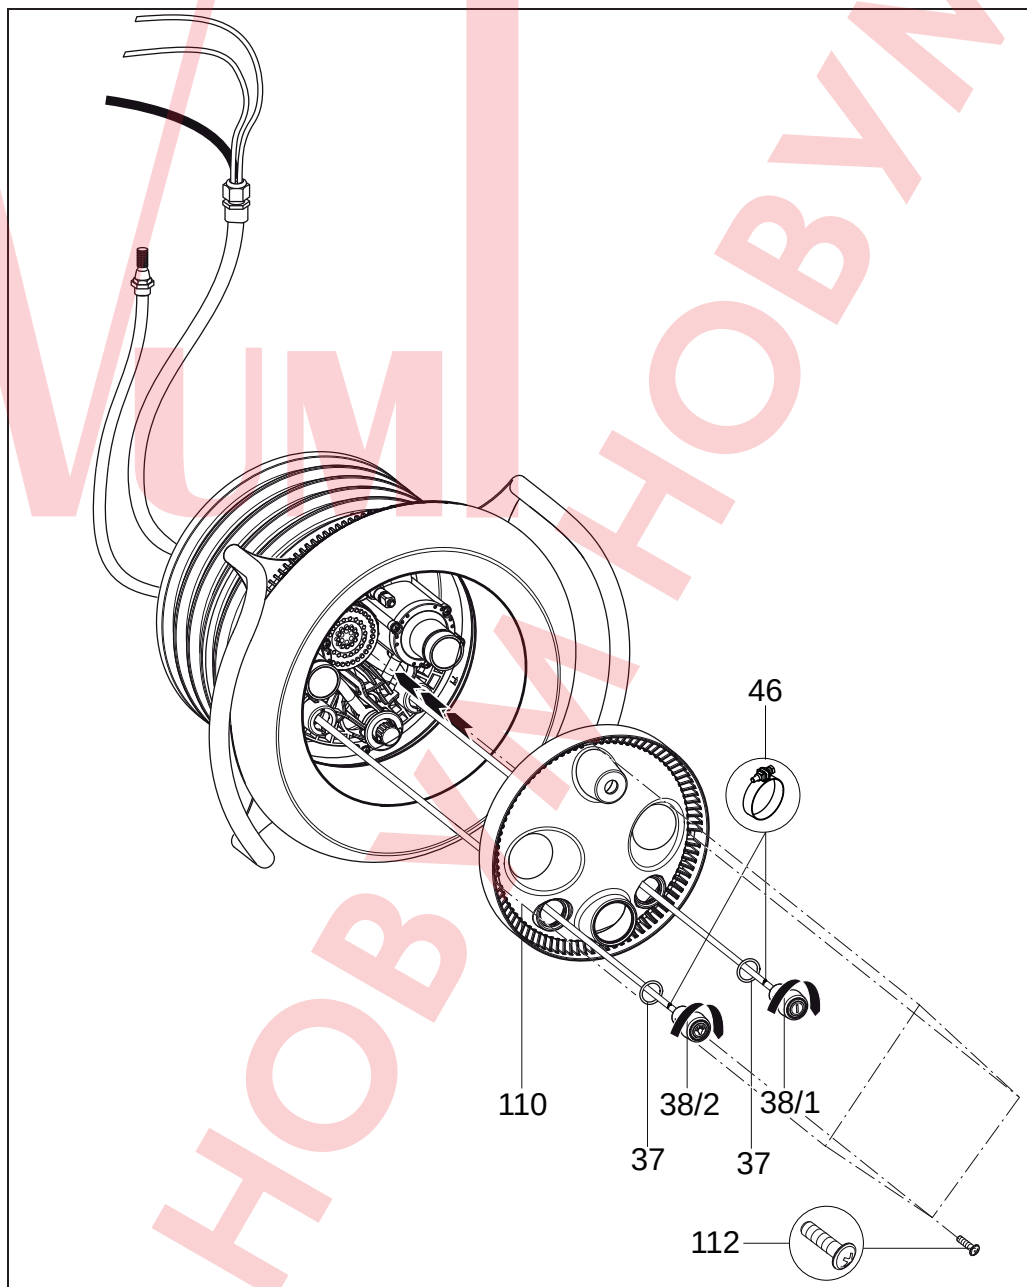

Рис.12
10. Пропустите воздушные шланги через верхнее или нижнее отверстие в передней панели (110) (слева выключатель освещения, справа – выключатель насоса). Отрегулируйте положение панели (110) относительно корпуса дюз (102.1) и закрепите ее 4 винтами-саморезами (112) (Рис. 12).
11. Насадите кольцо (37) на воздушную кнопку (38/1, 38/2). Закрепите воздушный шланг на соответствующей кнопке с помощью хомутов (46). Вставьте эти кнопки сквозь панель (110) в корпус дюз и закрепите их вращением против часовой стрелки (Рис. 12).